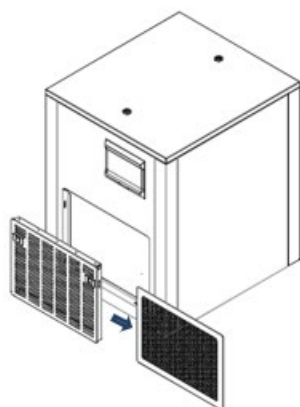

Figure 1
- Schematisch diagram voor het verwijderen van het roestvrijstalen filter (Afbeelding 1): Druk twee gespen op het ventilatieraam voorzichtig naar het midden en verwijder het ventilatieraam. Trek vervolgens het filter aan de zijkant van het ventilatieraam naar buiten.